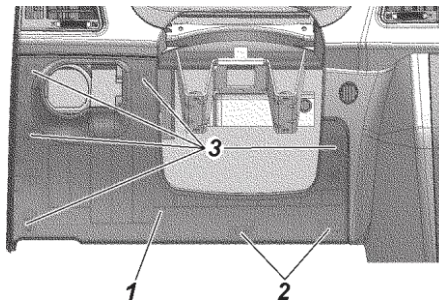

Fig. 9.30. Instalación de la tapa del bloque de relés y fusibles:
- desengranar los dos gatillos 2 (fig. 9.30) desde la parte trasera de la tapa del bloque, ubicados en su parte inferior;